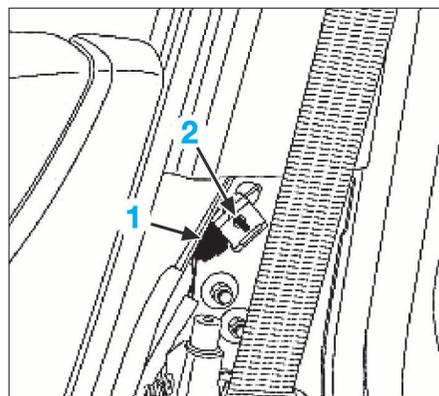

FIG. 15
- Débrancher le connecteur (1) (Fig.15).
- Desserrer la vis de fixation du capteur (2).